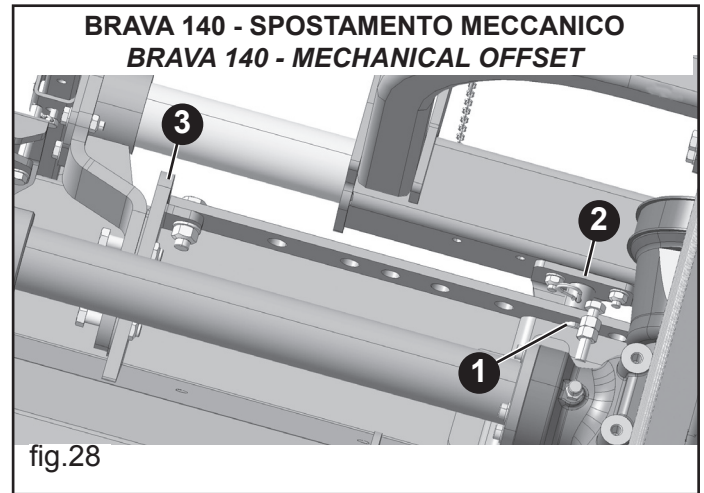
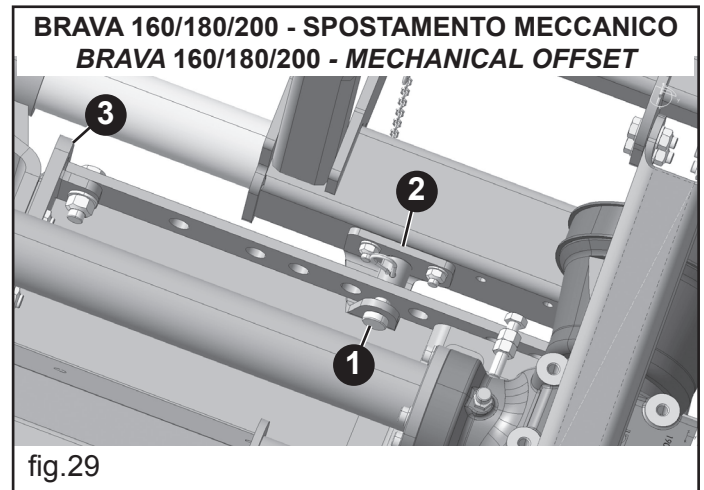

fig.28
fig.29
- Quitar el perno (1 Fig. fig.28-fig.29) de la barra de bloqueo
- Posicionar la barra en el agujero elegido y volver a colocar el perno. A este punto ya se puede enganchar la máquina al tractor. El estribo de acoplamiento al armazón de tres puntos (2 fig. 28-fig. 29) puede montarse de dos formas diferentes, en función del tipo de máquina utilizada.
En el centro, respecto al armazón de tres puntos (2 fig. 28), para la máquina BRAVA mod. 140; en posición externa, respecto al armazón de tres puntos (2 fig. 29) para la máquina BRAVA mod. 160-180-200;